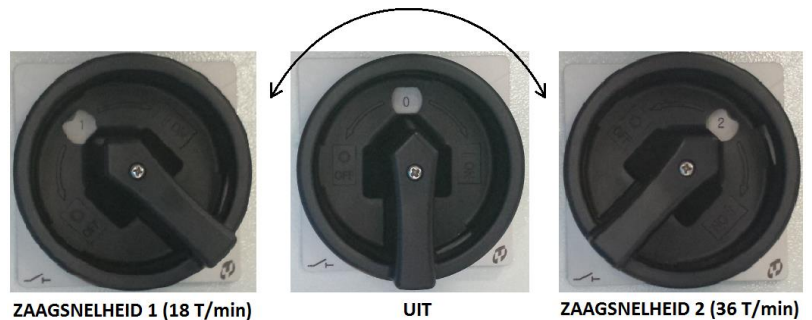

Fig. 9
De hoofdschakelaar (fig.9) kan in drie posities worden gezet, OFF (0), 1 en 2. Om de machine te kunnen bedienen, dient deze schakelaar op de 1- of 2-stand te worden gezet, afhankelijk van de gewenste zaagsnelheid.